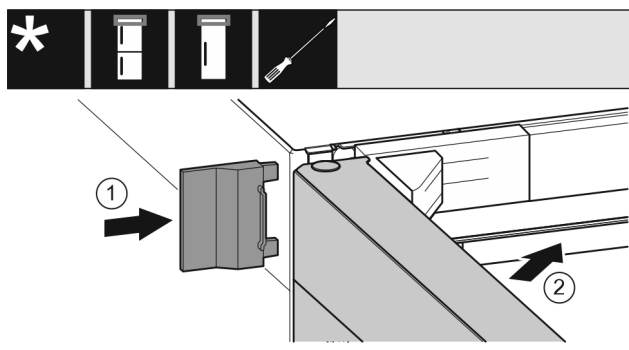

Fig. 34
- ▶ Enfiler le cache extérieur. Fig. 34 (1)
- ▶ Fermer la porte supérieure. Fig. 34 (2)